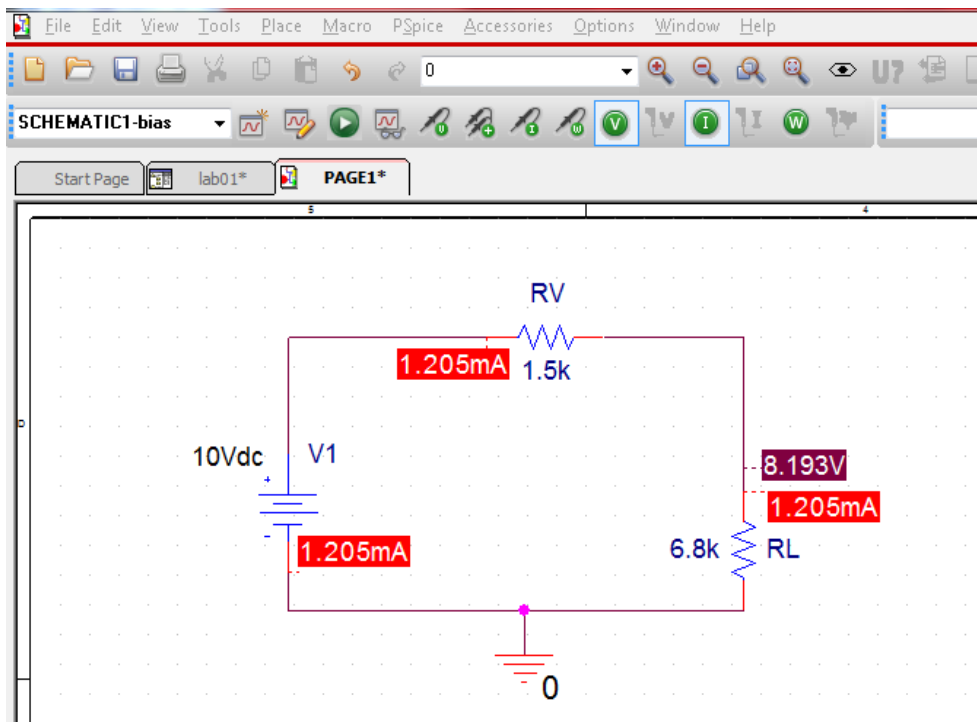

Рисунок 2.6 – Схема послідовного кола з індикацією струмів і напруг
5. Включіть індикацію струмів, як показано на рис. 2.6.